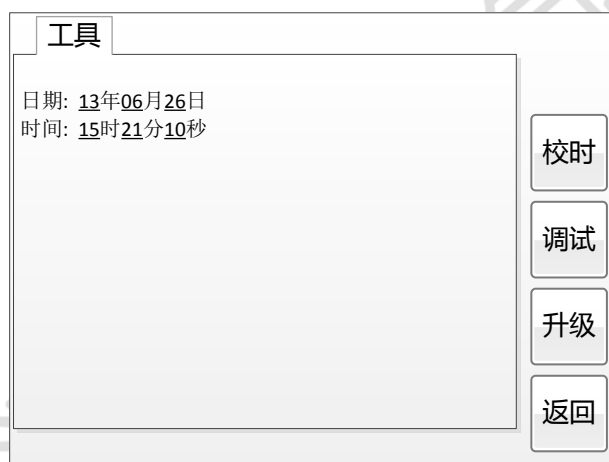

图 2.11 系统工具界面
**系统工具**界面，如图 2.11。在该界面中可以进行时间校对、系统升级等操作。其中：**调试**用于出厂调试，**升级**用于软件界面的升级。